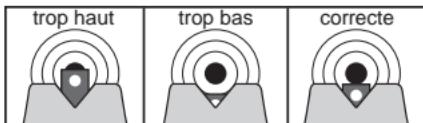

Fig. 13
- Le pistolet à air est visé correctement si on peut voir le guidon exactement dans l'entaille de la hausse. Le bord supérieur du guidon devrait être au même niveau que le bord supérieur de la hausse. Cela doit apparaître comme si la cible serait posée sur le bord supérieure du guidon (Fig. 13).